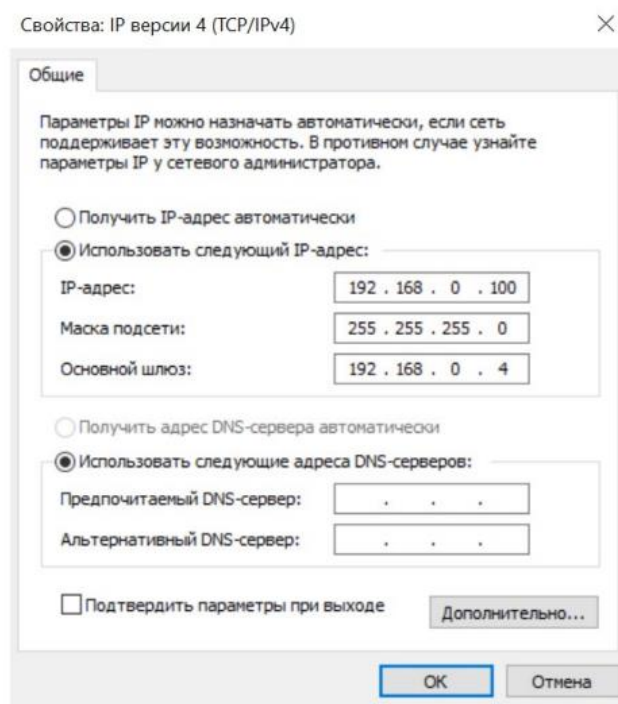

Рисунок 10-6 Параметры IP
12. Выполнить настройку как на Рисунок 10-6.